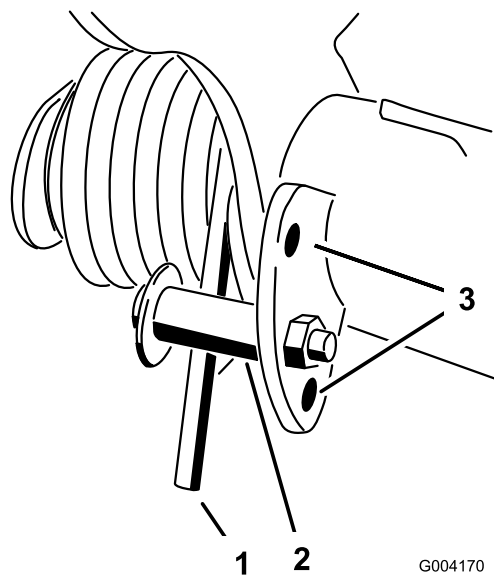

図 40
2. 調整作業の最中に、スプリングのテンションが掛からないようにするため、スプリングの長い方の端にパイプなどを通してスプリングの力を殺しておく（図 40）。
3. スプリングのテンションをなくしたら、スプリングアクチュエータを固定しているボルトとロックナットを外す（図 40）。